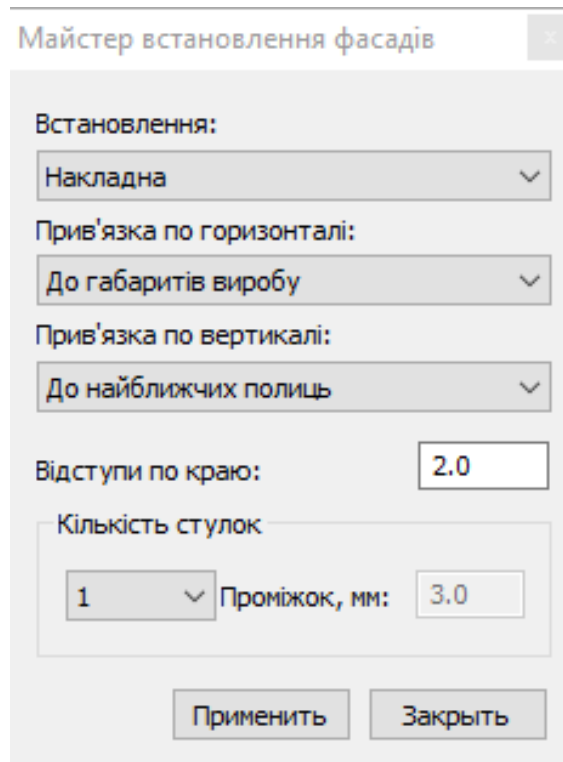

Рис. 2.14. Встановлення параметрів дверей
- Створити дверцята тумби. Для створення дверцят необхідно на панелі інструментів «Майстер» вибрати кнопку «Створити двері» і клацнути лівою клавішею миші в проїмі де потрібно створити двері. В діалоговому вікні «Майстер встановлення фасадів» задати параметри згідно зі зразком і натиснути кнопку «Застосувати» (рис. 2.14).